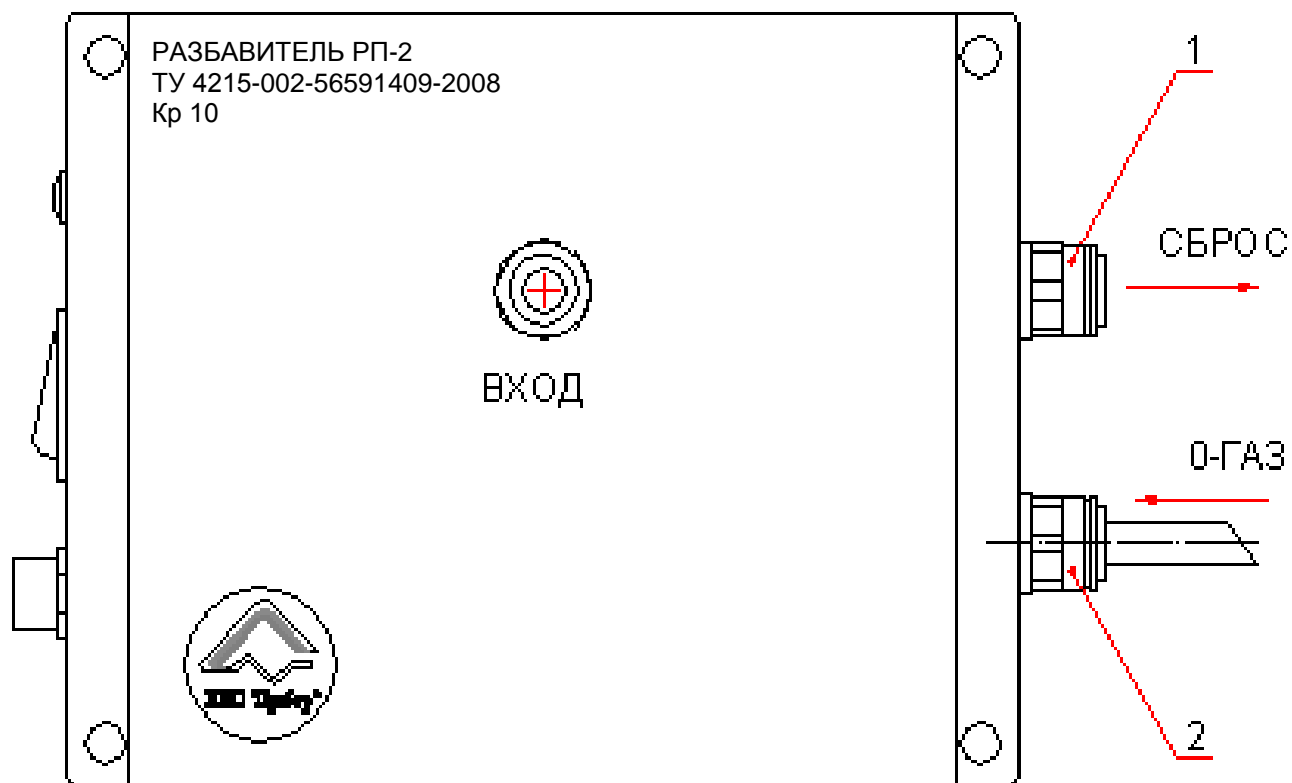

Рисунок 1
6.1 Соединить сорбционный фильтр (ФС) из комплекта дополнительного оборудования газоанализатора ГАНК-4 с штуцером разбавителя «0-ГАЗ» (поз.2, рис.1).
6.4 Штуцер разбавителя «СБРОС» (поз.1, рис.1) оставить «свободным», сообщенным с атмосферой, без каких либо подстыковок.